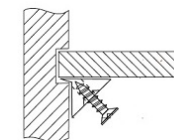

Рис.7
- Закрепить ДВП с помощью фиксаторов (рис.7), установив их по центру каждой короткой и по 2 вдоль каждой длинной стороне ящика.